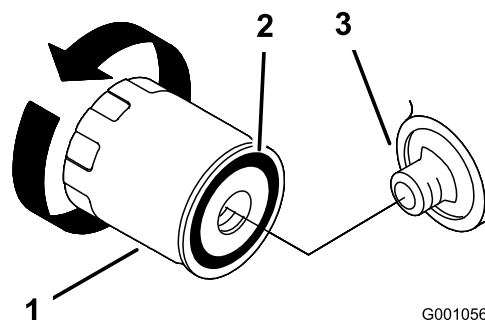

Figura 30
- Retire el filtro usado y limpie con un paño la superficie de la junta del adaptador del filtro (Figura 30).
5. Aplique una capa fina de aceite nuevo a la junta de goma del filtro nuevo (Figura 30).
6. Instale el filtro de repuesto en el adaptador de filtro; gire el filtro en el sentido de las agujas del reloj hasta que la junta de goma entre en contacto con el adaptador del filtro, luego apriete el filtro de 2/3 a 1 vuelta más (Figura 30).